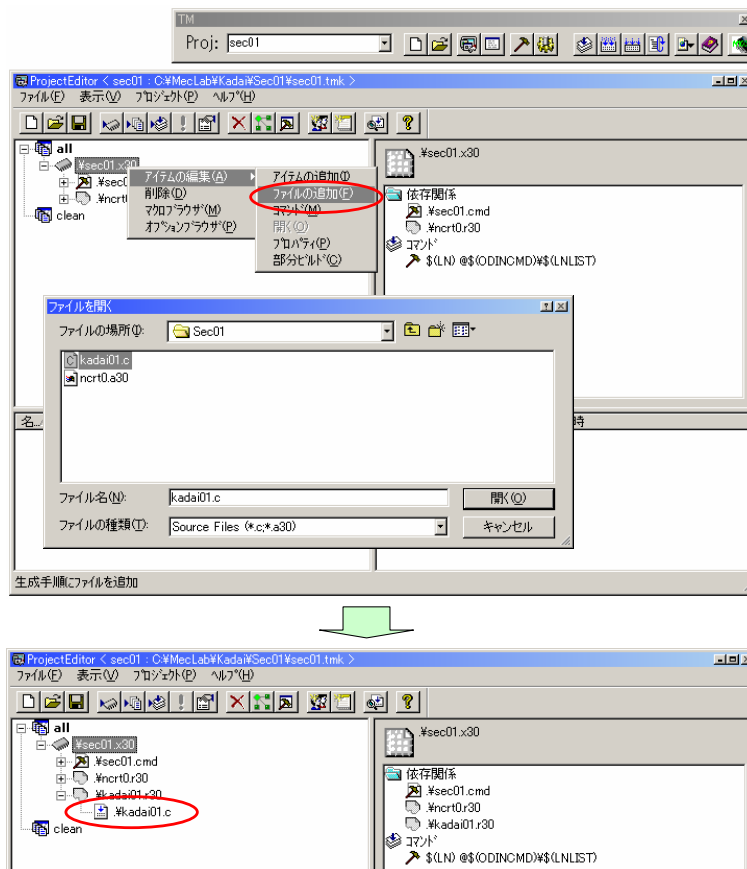

図. 2.12: ソースファイルの登録。
(6) 新しいプロジェクトができれば、ソースファイルをこのプロジェクトに登録します。「プロジェクトエディタ」で、目的とする実行オブジェクトのファイル名 (この場合には、sec01.x30) を右クリックして、メニューから「アイテムの編集 (A)」 「ファイルの追加 (F)」を選択します。「ファイルを開く」ダイアログで、用意したフォルダの中のソースファイル kadai01.c を開きます (図 2.12)。
(7) ソースファイルがいくつかに分割されているときには、全てのソースファイルを同様に登録します。登録する場所は、kadai01.c と並ぶ sec01.x30 の下です。